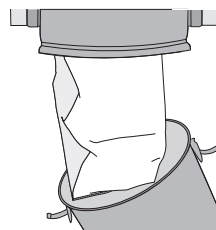

figure 5
1. Pour accéder au sac, défaire les deux attaches de la cuve et la retirer de l'appareil (**figure 5**).